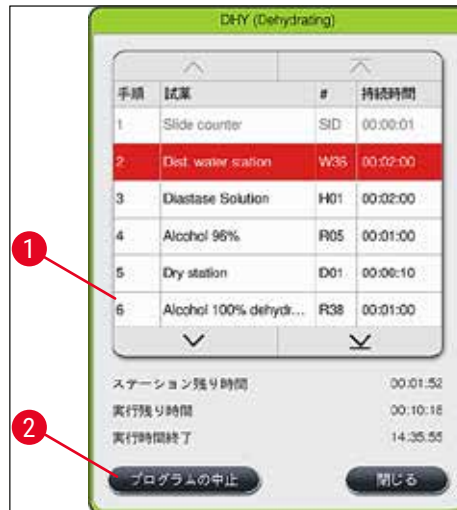

図90
2. プログラムステップリスト (→「図 90」) が表示されます。現在実行中のステップは赤の背景色で強調表示されます (→「図 90-1」)。